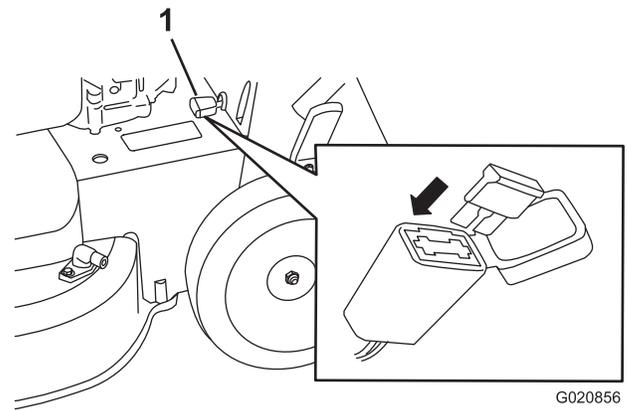

Figura 34
1. Abra el portafusibles sellado y cambie el fusible (Figura 34).